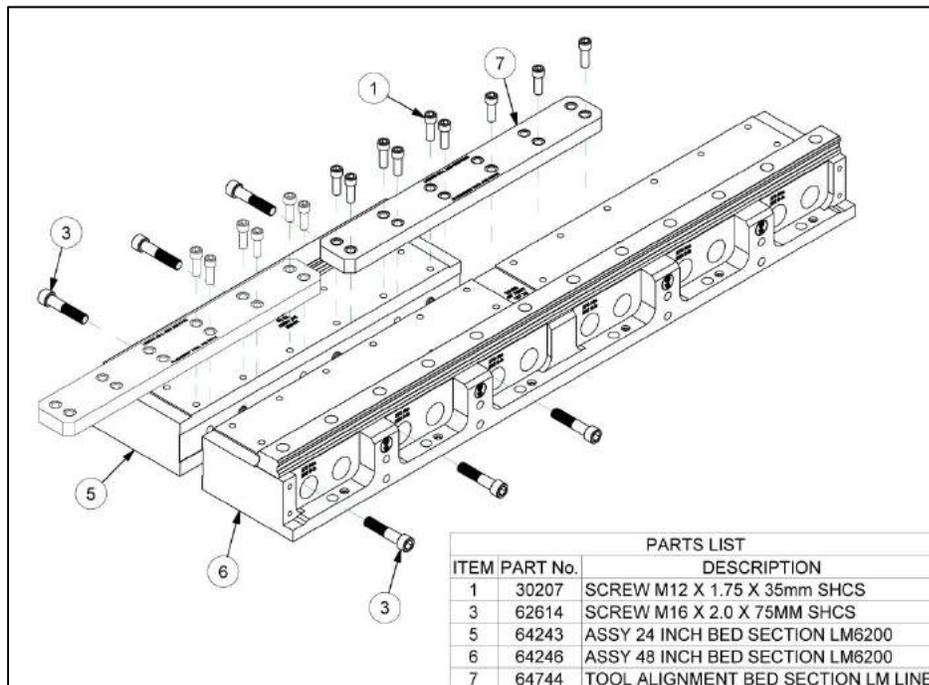

Figura 1
1. Configure una sección de lecho a 24 pulgadas (Elemento 5) y una a 48 pulgadas (Elemento 6), como se muestra en Figura 1.
3. Coloque ambas herramientas de alineación del lecho (Elemento 7) en las secciones, como se muestra en Figura 1.